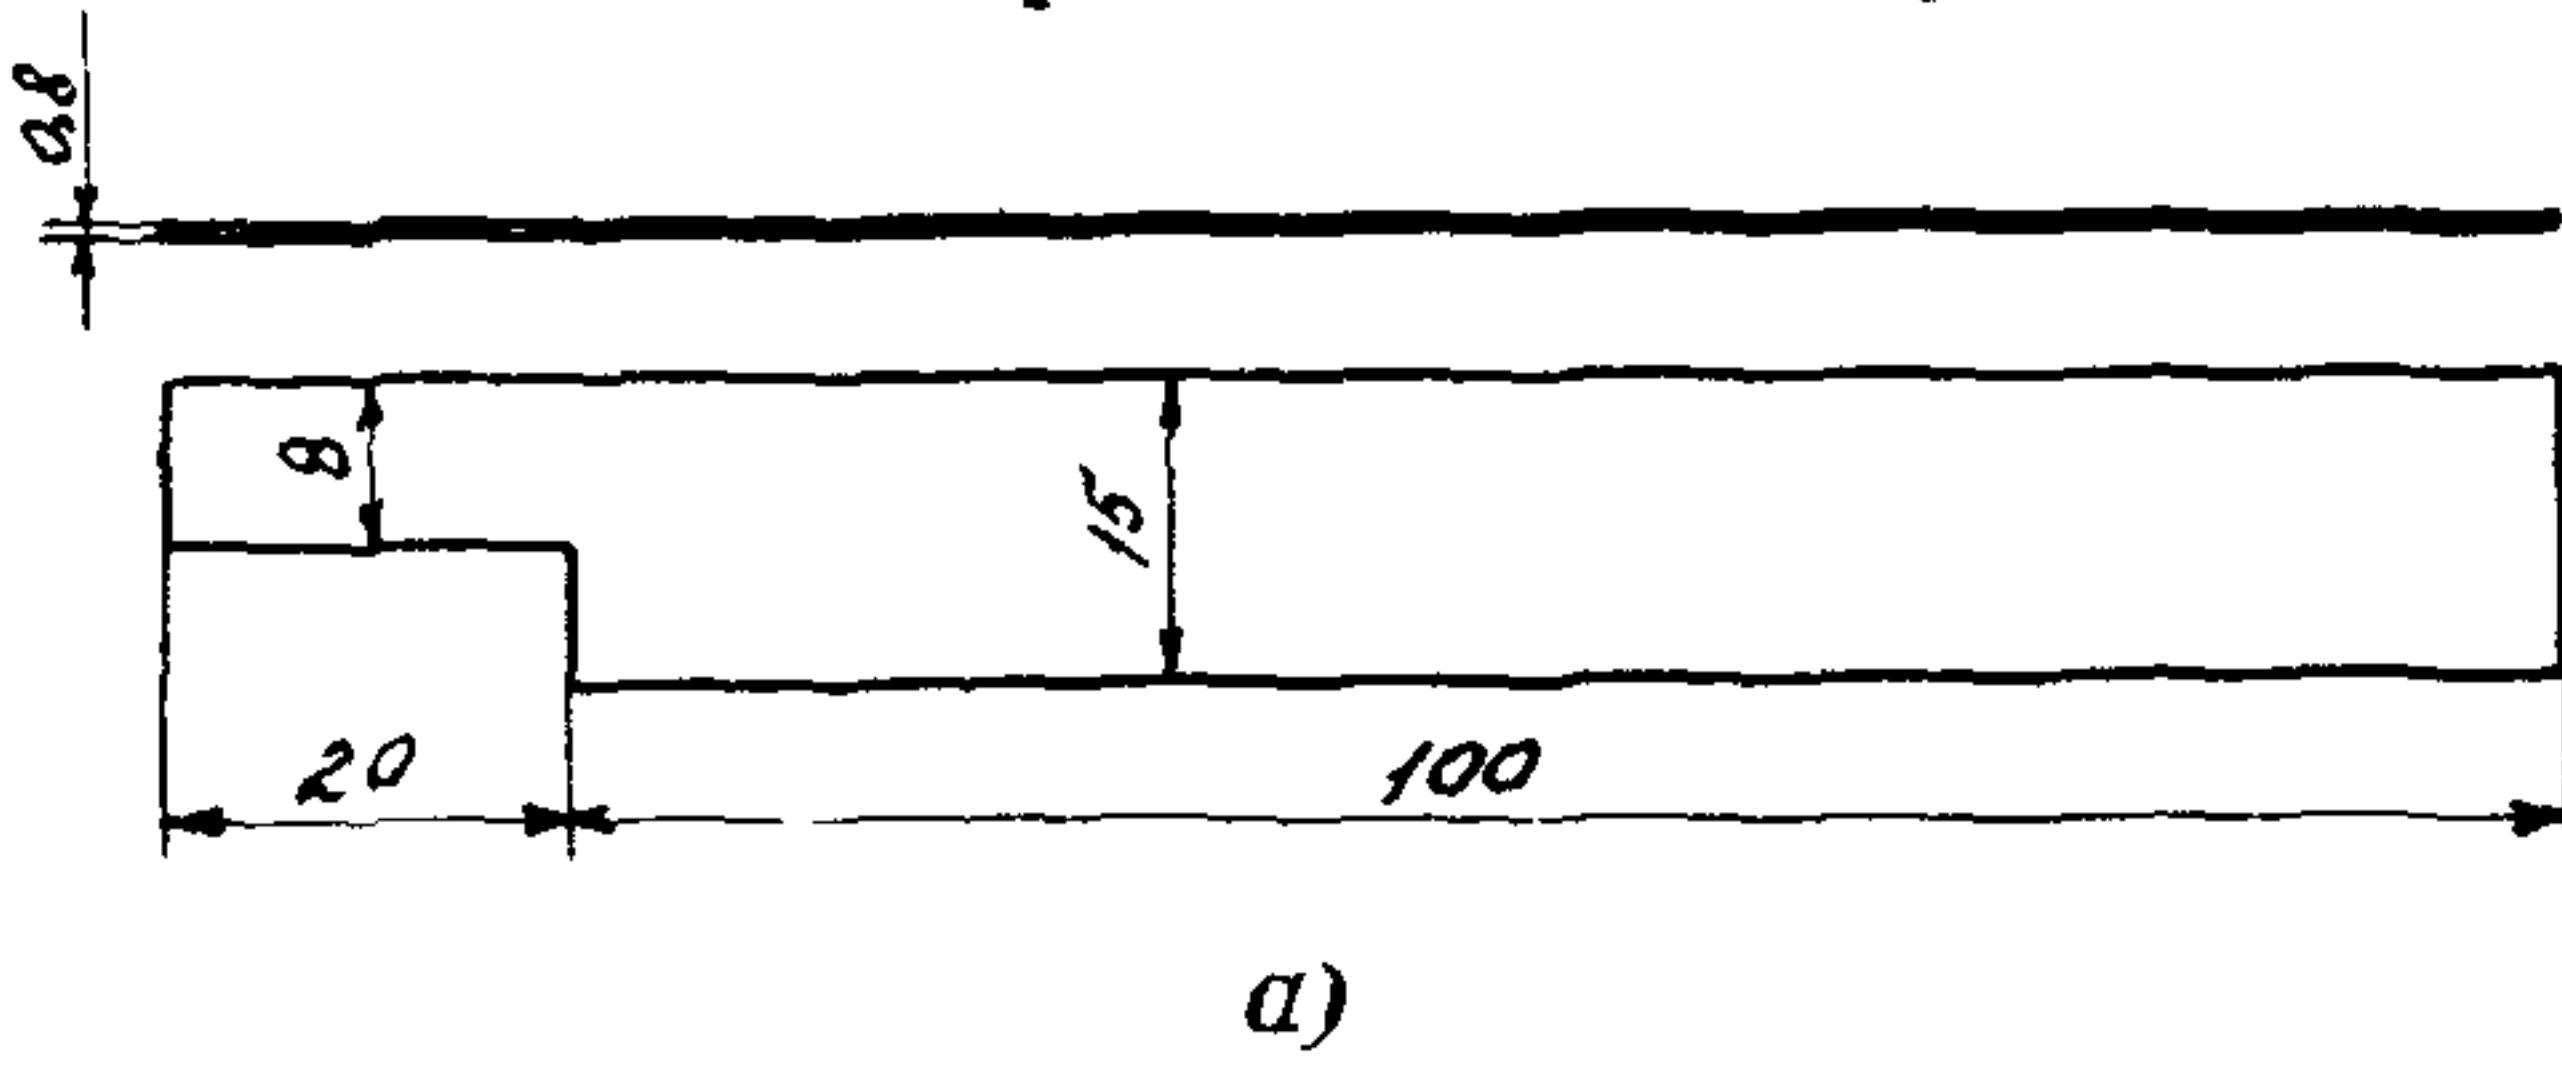

Рис.19. Приспособление П-8 для установки толкателя:
13.8. Установить в нижние отверстия внутренней обоймы пружины 28 и толкатели 27 с помощью приспособления П-8 (рис.19,а), предварительно смазав их смазкой ЦИАТИМ-203 (ЦИАТИМ-221).
П р и м е ч а н и е . При установке толкателей первый виток пружин, опирающийся на плоскость диаметром $6\frac{1}{4}$, обкатать до диаметра $3\frac{3}{4}$ (рис.19,б).